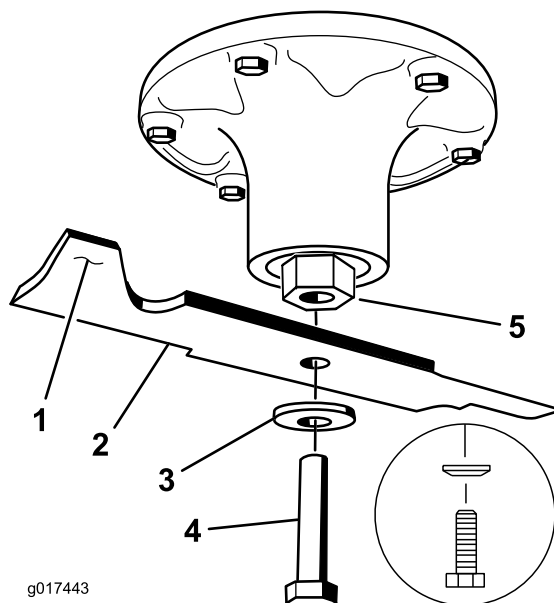

Figura 115
2. Retire del eje el perno de la cuchilla, la arandela curva y la cuchilla (Figura 115).
1. Instale la cuchilla en el eje (Figura 115).
2. Instale la arandela curva y el perno de la cuchilla (Figura 115).